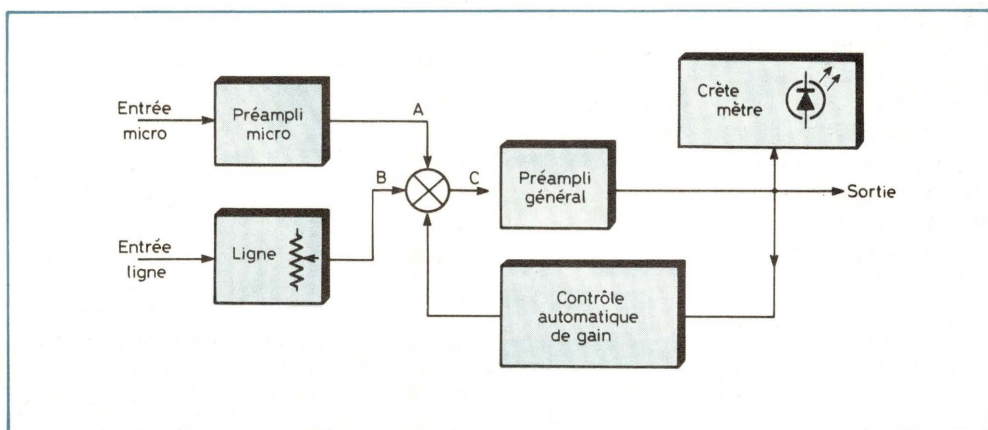

Fig. 1. - Synoptique complet du montage destiné à superposer un commentaire à un fond musical.
Comme le montre la **figure 1**, l'ensemble est assez simple. On trouve en effet, en partant de l'entrée, un préampli micro car les signaux issus de celui-ci sont très faibles, et, un bloc « ligne » comportant un potentiomètre qui permet de prérégler le niveau ligne par rapport au microphone. Puis ces signaux attaquent le som-mateur (S) dont il faut préciser que les entrées ont des sensibilités différentes. On trouve ensuite le préampli général qui permet d'obtenir un niveau de sortie exploitable sur tous les appareils. On trouve aussi un crête-mètre. Celui-ci permet de faciliter le préréglage de l'entrée ligne qui dépend de la source sonore utilisée. Mais il ne faut pas oublier le contrôle automatique de gain qui constitue en fait, l'âme du montage. Nous reviendrons plus loin sur son fonctionnement exact. Il faut
1. On règle par P₁ le niveau des signaux « ligne » grâce au crête-mètre de manière à ce que les signaux en A et B (fig. 1) soient du même ordre. L'amplitude des signaux à la sortie du préampli général est alors trop faible pour faire conduire T₅, donc T₂ n'a aucun effet sur le montage.